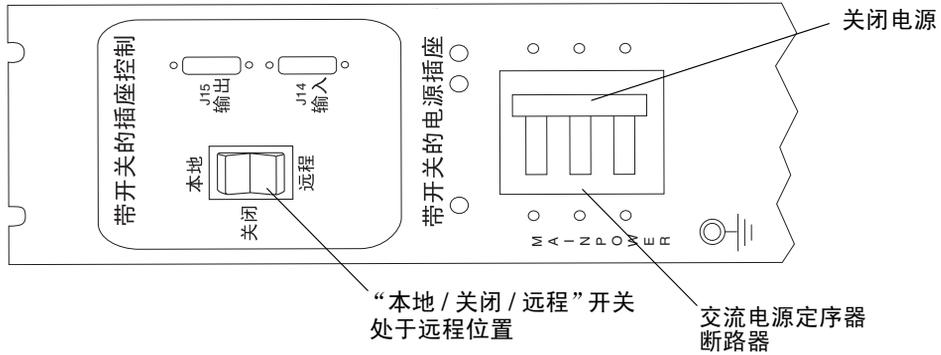

图 B-10 交流电源定序器控制面板：电源关闭
4. 在基本机箱和扩展机箱（如果有的话）的前下方和后下方，将交流电源定序器的断路器向上推到关闭位置（图 B-10）。
5. 在基本机箱和任何扩展机箱（如果有的话）的前下方和后下方，检验“本地/关闭/远程”开关是否处于远程位置（图 B-10）。